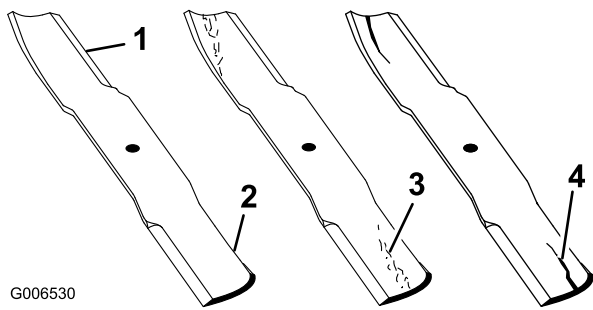

Figure 89
1. Examinez le tranchant des lames (Figure 89). Si les lames coupent mal ou présentent des indentations, déposez-les et aiguissez-les (voir Aiguisage des lames).
2. Inspectez les lames, surtout la partie relevée (Figure 89). Remplacez immédiatement toute lame endommagée, usée ou qui présente une entaille (Figure 89).